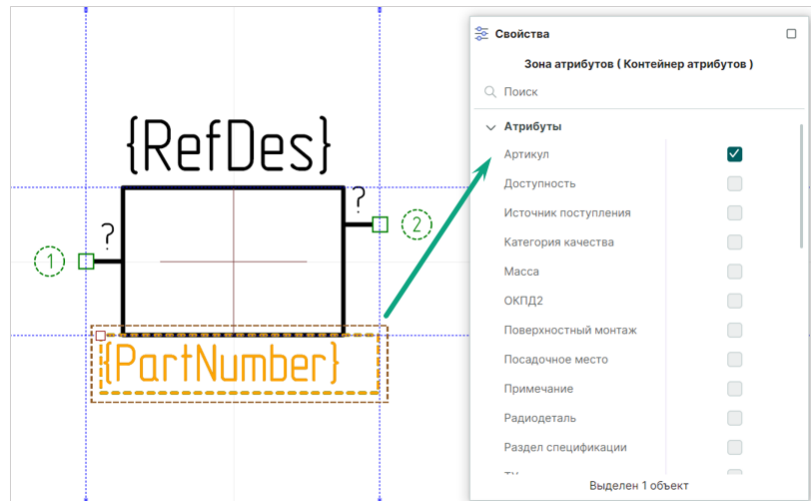

Рис. 173 Определение отображения дополнительных атрибутов в зоне атрибутов УГО
4. В зоне атрибутов отображается текстовое поле с системным именем контейнера атрибута, например, при выделении чек-бокса «Свойства» → «Атрибуты» → «Артикул» в зоне атрибутов отображается контейнер атрибута «Артикул» с системным именем «{PartNumber}», см. Рис. 173.